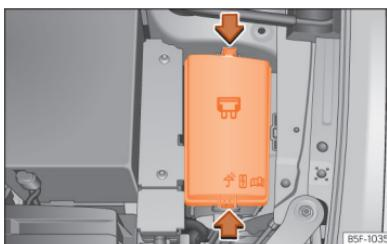

Fig. 199 No compartimento do motor: tampa da caixa de fusíveis.
- Abra o capô do motor **Fig. 199** na página 321.
- Pressione as patilhas de bloqueio para desbloquear a tampa da caixa de fusíveis **Fig. 199**.